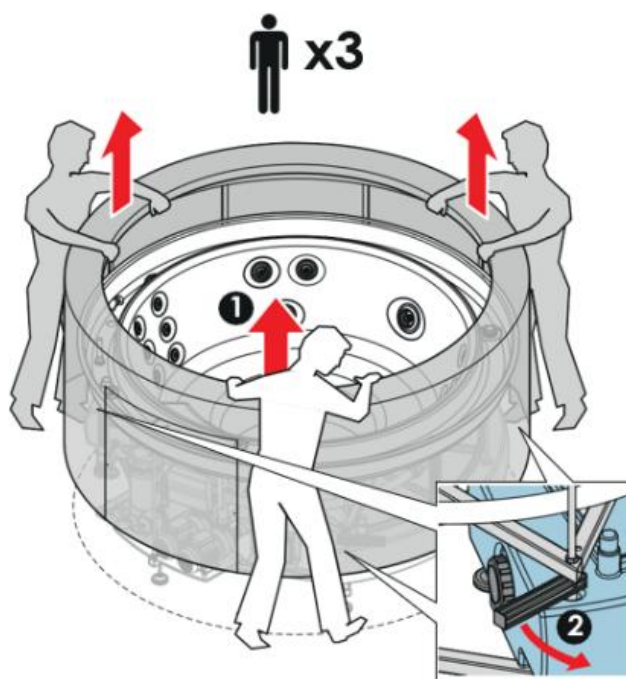

Figura 44
- 1) Afferrare il bordo interno della copertura posizionandosi vicino ai piedini con i supporti girevoli (vedi figura 44).